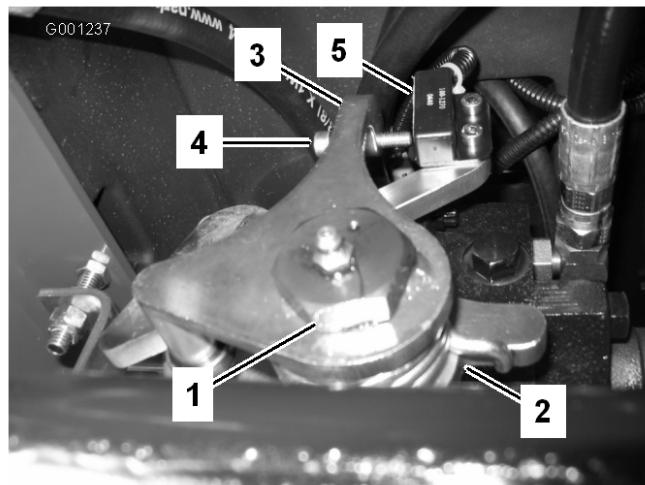

Bild 57
- Lösen Sie die Befestigungsschraube gegenüber der Einstellnocke des Fahrantriebs (Bild 57).
- Stellen Sie die Schraube am Neutral-Rücklaufarm (Bild 57) ein, bis der Abstand zwischen dem Schraubenende und dem Schalterkontakt 0,090 bis 0,12 Zoll beträgt.